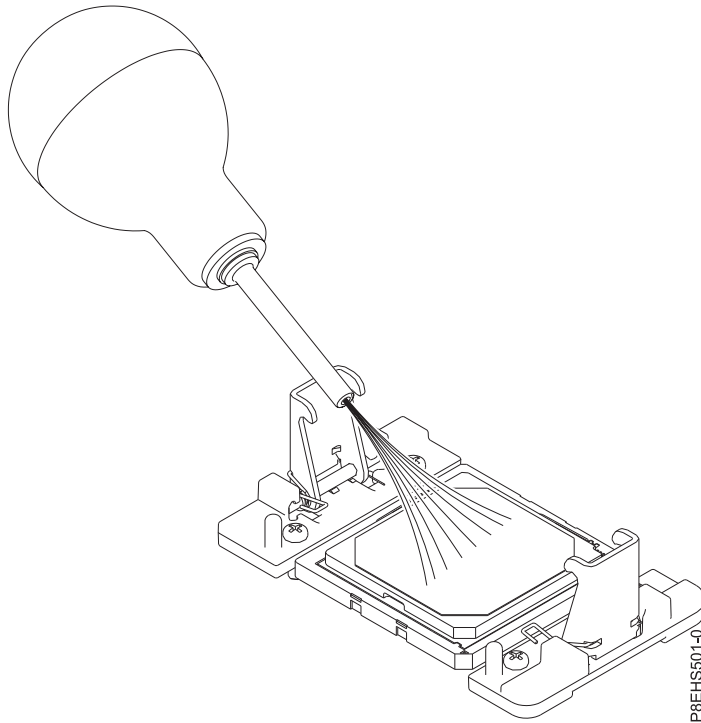

Figure 157. Retrait de la poussière et des particules présentes sur le module processeur système
5. Retirez la poussière et les particules présentes sur le module processeur système. Si de la poussière ou des particules sont présentes, utilisez la pompe à air fournie (référence 45D2645) pour nettoyer la zone de module processeur système. Dirigez de petits jets d'air depuis le centre vers les côtés du module processeur système, comme illustré dans la figure 157, à la page 141. Si votre pompe à air (soufflette) n'est pas assemblée comme illustré figure 157, à la page 141, adaptez l'embout sur la poire.